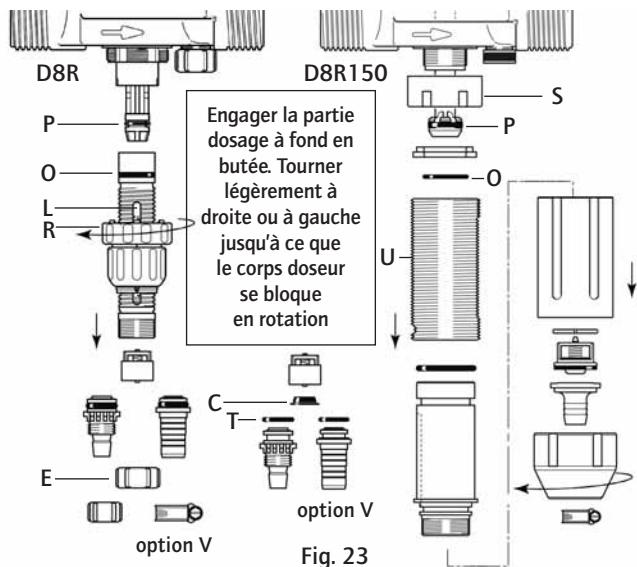

Fig. 23
- Changer le joint du corps doseur (Fig. 23-O) et celui du plongeur (Fig. 23-P).
- Pour le D8R, dévisser l'écrou de maintien du clapet d'aspiration (Fig. 23-E) en prenant garde de ne pas perdre les éléments du clapet, puis changer le joint torique (Fig. 23-T) et le joint de clapet (Fig. 23-C).
- Pour le D8R150, tout en maintenant l'écrou (Fig. 23-S), dévisser la chemise doseuse (Fig. 23-U) et tirer vers le bas.
**Nota :** La réglette de dosage (Fig. 23-L) doit être positionnée face à vous.
- Visser la bague de retenue (Fig. 23-R) jusqu'au blocage.